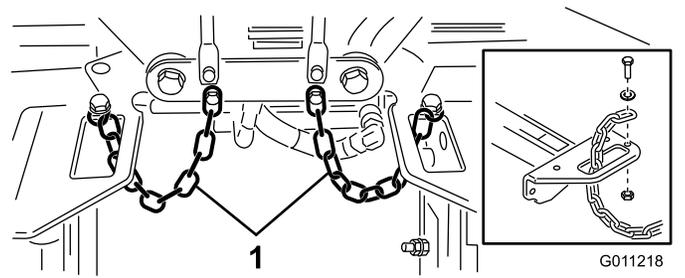

図 22
- 4. 各キャリアフレームのスロットにチップチェーンを下から上に通し、これらのチェーンをキャリアフレームの上に固定するキャップスクリュー、ワッシャ、ロックナットを使用。図 22。